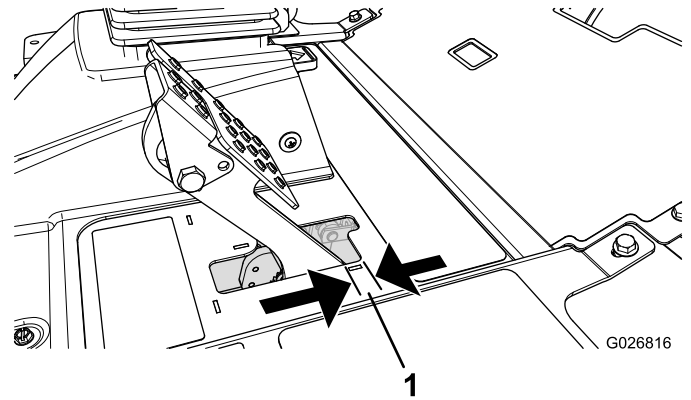

Figure 64
Réglez les freins si la garde à la pédale de frein est supérieure à 2,5 cm (Figure 64) ou si la force de maintien offerte est insuffisante. La garde est la distance parcourue par la pédale de frein avant que le freinage soit ressenti.
2. Serrez l'écrou arrière afin de pouvoir déplacer le câble en arrière jusqu'à obtention d'une garde de 0,63 à 1,27 cm (Figure 64), avant le blocage des roues.